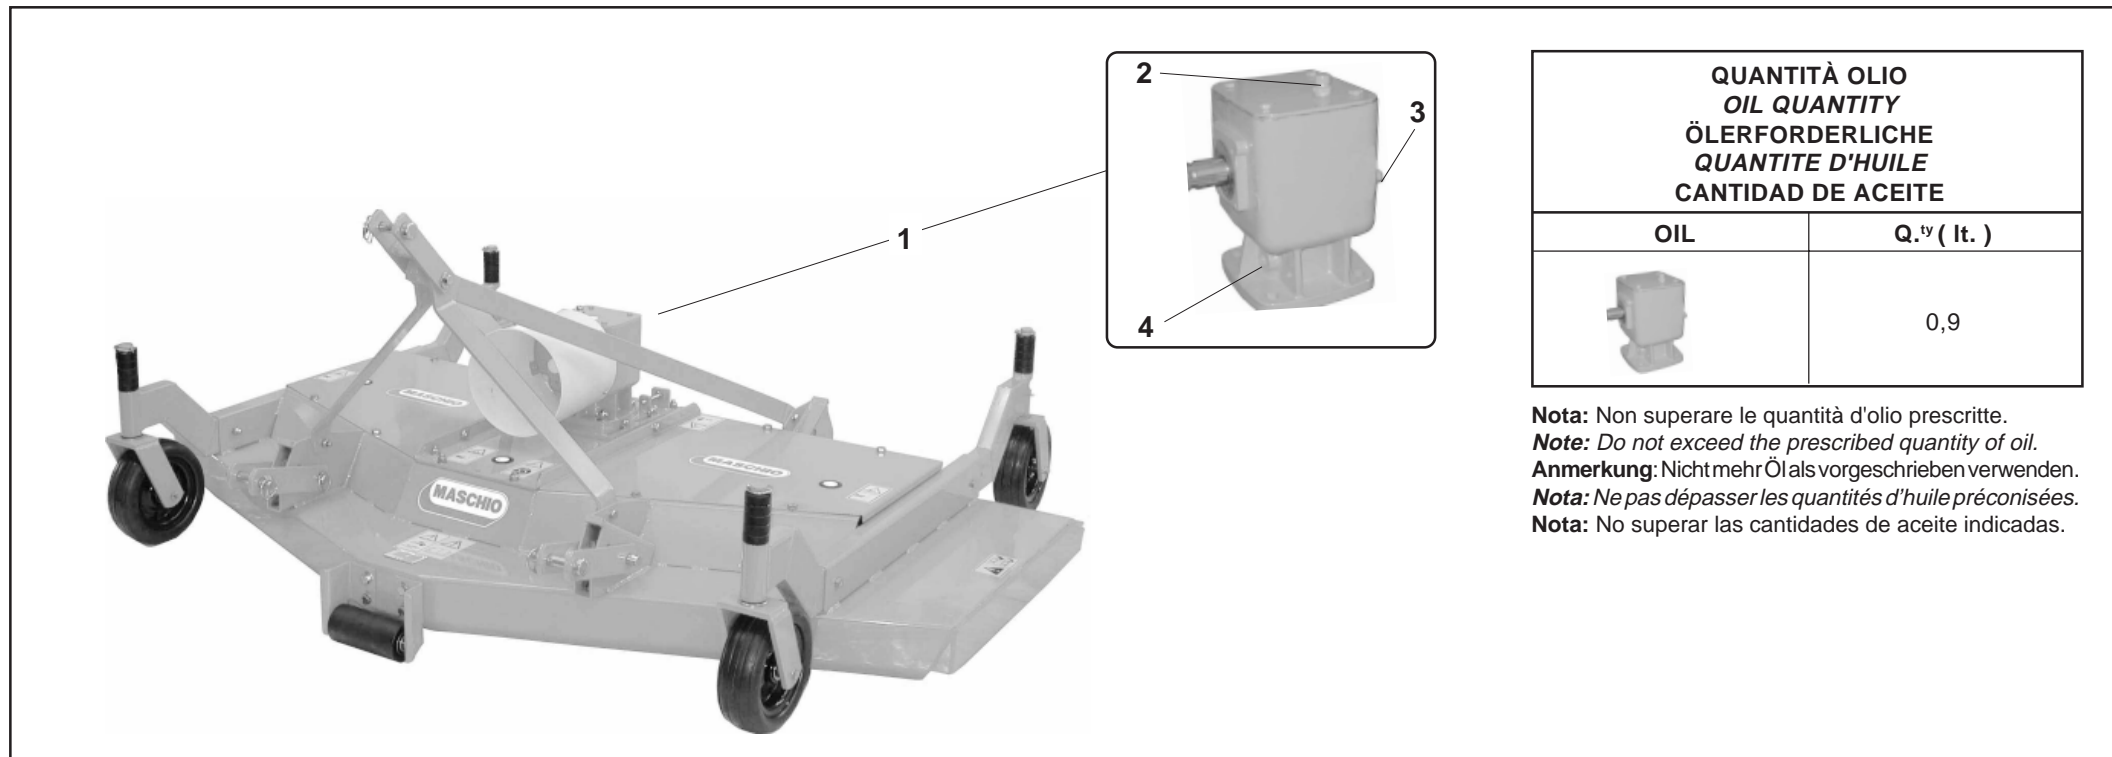

Fig. 13
- Verificare il livello olio nella scatola del gruppo ingranaggi (1 Fig. 13). Un livello corretto corrisponde al bordo inferiore del foro del tappo, posto lateralmente alla scatola. Rabboccare con olio del tipo prescritto attraverso il foro di riempimento svitando il tappo di sfiato (2 Fig. 13). Ad operazione ultimata, riavvitare il tappo di livello e il tappo di sfiato (1 Fig. 13).
- *Check the level of the oil in the gearbox (1 Fig. 13). The level is correct when it reaches the lower edge of the plug hole, at the side of the housing. Top up with oil of the prescribed type, pouring it through the fill hole after having unscrewed the vent plug (2 Fig. 13). Screw the fill plug and vent plug (1 Fig. 13) back on after this operation.*
- Den Ölstand im Getriebegehäuse prüfen (1 Abb. 13). Der Ölstand ist richtig, wenn das Öl bis zur unteren Kante der Öffnung für den Stopfen auf der Seitenwand des Gehäuses steht. Öl der vorgeschriebenen Sorte durch die Öleinfüllöffnung geben, nachdem man den Entlüftungsstopfen (2 Abb. 13) herausgedreht hat. Nach Abschluß des Vorgangs den Standstopfen und den Entlüftungsstopfen (1 Abb. 13) wieder aufschrauben.
- *Vérifiez le niveau de l'huile dans la boîte du groupe engrenages (1 Fig. 13). Le niveau est correct quand il correspond au trou du bouchon, placé latéralement à la boîte. Faites le complément avec de l'huile du type prescrit à travers l'orifice de remplissage en dévissant le bouchon d'évent (2 Fig. 13). En fin d'opération, revisser le bouchon de niveau et le bouchon d'évent (1 Fig. 13).*
- Controlar el nivel del aceite de la caja del grupo engranajes (1 Fig. 13). Un nivel correcto corresponde al borde inferior del orificio del tapón, puesto lateralmente respecto a la caja. Reabastecer con aceite del tipo indicado a través del orificio de llenado desenroscando el tapón de desfogue (2 Fig. 13). Finalizada la operación volver a enroscar el tapón de nivel y el tapón de desfogue (1 Fig. 13).
- Effettuare il cambio completo dell'olio, della scatola ingranaggi (1 Fig. 13). Tale operazione deve essere effettuata da personale specializzato in quanto la sostituzione dell'olio va effettuata previo lo smontaggio della scatola ingranaggi dal tosaerba. Riempire con olio del tipo prescritto attraverso il foro di riempimento svitando il tappo di sfiato (2 Fig. 13).
- *Completely change the oil in the gearbox (1 Fig. 13). This operation must be carried out by specialized personnel since the gearbox must be demounted from the grass mower in order to change the oil. Fill with oil of the prescribed type, pouring it through the fill hole after having unscrewed the vent plug (2 Fig. 13).*
- Den Ölwechsel im Getriebegehäuse vornehmen (1 Abb. 13). Dieser Vorgang muß durch spezialisiertes Personal vorgenommen werden, weil zum Durchführen des Ölwechsels das Getriebegehäuse des Sicheljähers auszubauen ist. Das Getriebegehäuse danach mit Öl der vorgeschriebenen Sorte durch die Öleinfüllöffnung füllen, nachdem man den Entlüftungstopfen (2 Abb. 13) herausgedreht hat.
- *Effectuer la vidange complète de l'huile de la boîte à engrenages (1 Fig. 13). Cette opération doit être exécutée par du personnel spécialisé car la vidange de l'huile doit être faite en démontant la boîte à engrenages de la faucheuse. Faites le complément avec de l'huile du type prescrit à travers l'orifice de remplissage en dévissant le bouchon d'évent (2 Fig. 13).*
- Efectuar el cambio completo del aceite, de la caja engranajes (1 Fig. 13). Dicha operación debe ser encomendada a personal especializado ya que la sustitución del aceite implica el desmontaje previo de la caja engranajes de la segadora de césped. Llenar con aceite del tipo indicado a través del orificio de llenado desenroscando el tapón de desfogue (2 Fig. 13).